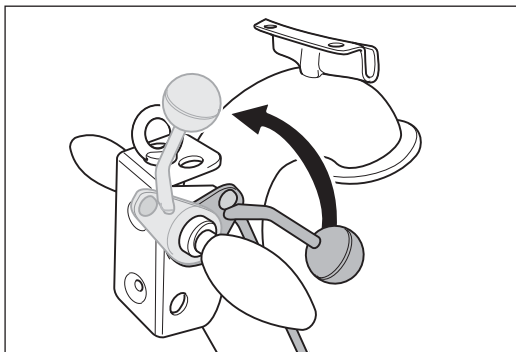

Abb. 4 Den Ablasshebels am Handgriff nach oben bis zum Anschlag ziehen. Dadurch wird die Schleifwalze vom Boden abgehoben.
- 4 Ziehen Sie den Ablasshebel am Handgriff nach oben bis zum Anschlag (Abb. 4). Dadurch wird die Schleifwalze vom Boden abgehoben.